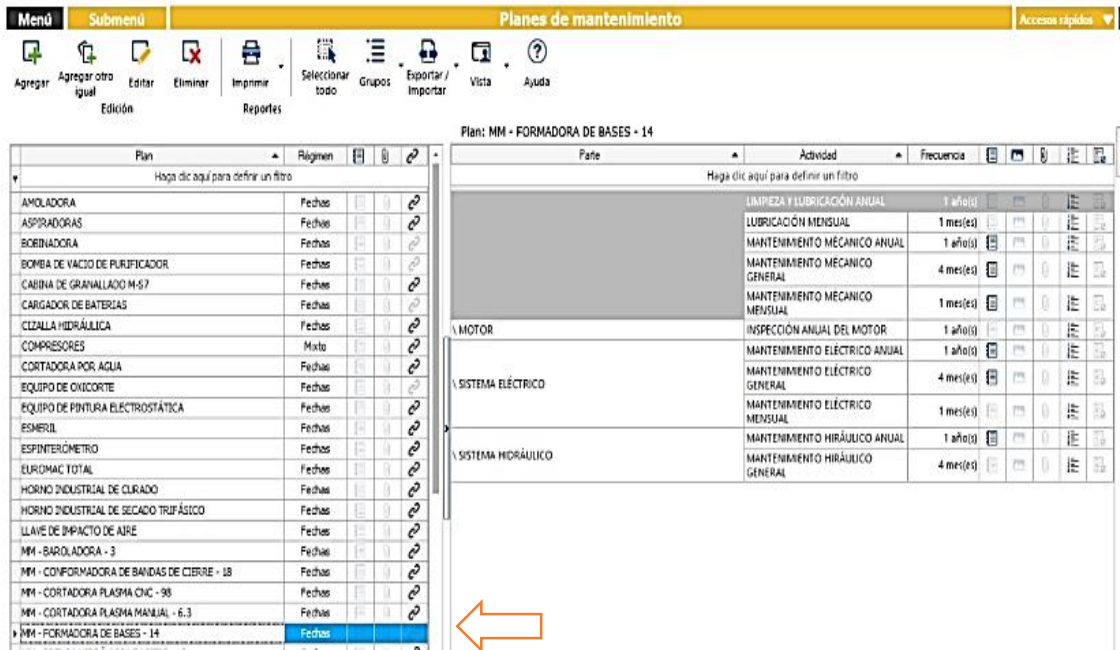

Figura 25: Plan ingresado correctamente
- Damos clic en el visto verde y los datos quedan guardados, regresamos al menú principal y al dar clic en el nombre de la máquina, se muestra el plan de mantenimiento ingresado y lo ligamos, así como se observa en la figura 25 y 26.